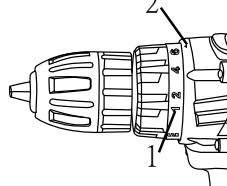

Рис. 4
Шуруповерт оснащен специальным вращающимся кольцом для установки ограничения крутящего момента. Для установки ограничения крутящего момента на вращающемся кольце нанесены цифры (1). Поверните кольцо (Рис. 4) до совмещения необходимой цифры со стрелкой (2) Для правильной установки используйте таблицу ниже.